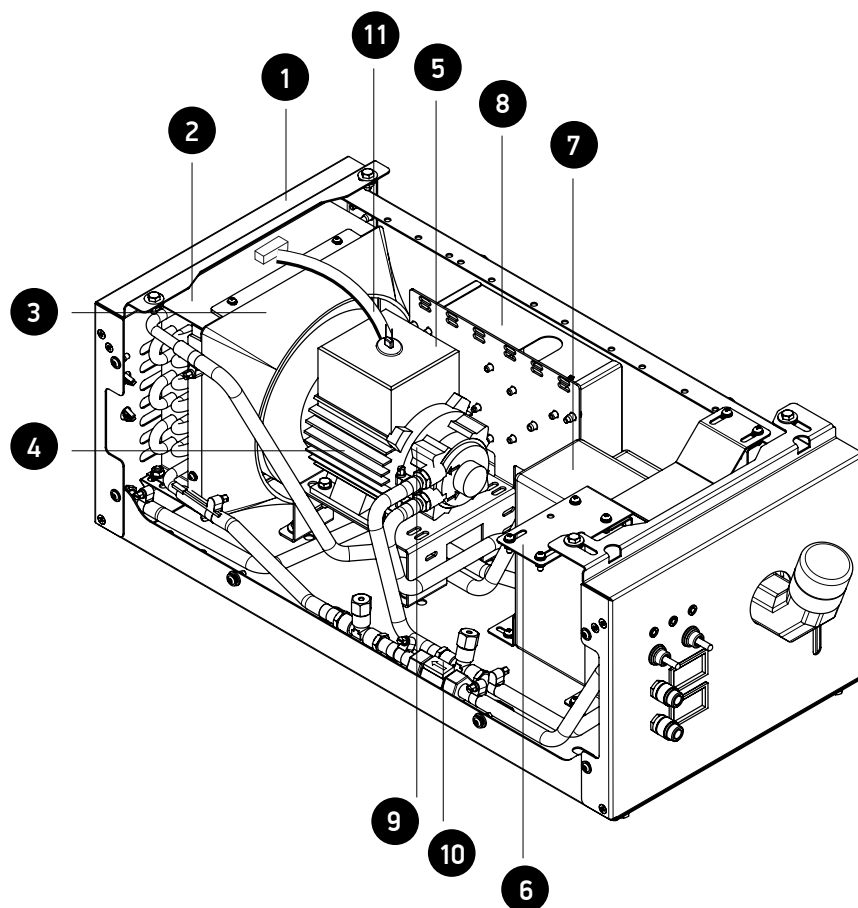

рис. 4.1. Конструкция БВО-6.07П, БВО-6.08П
- вытянуть кабель питания с разъемом поз.11 (рис.4.1);